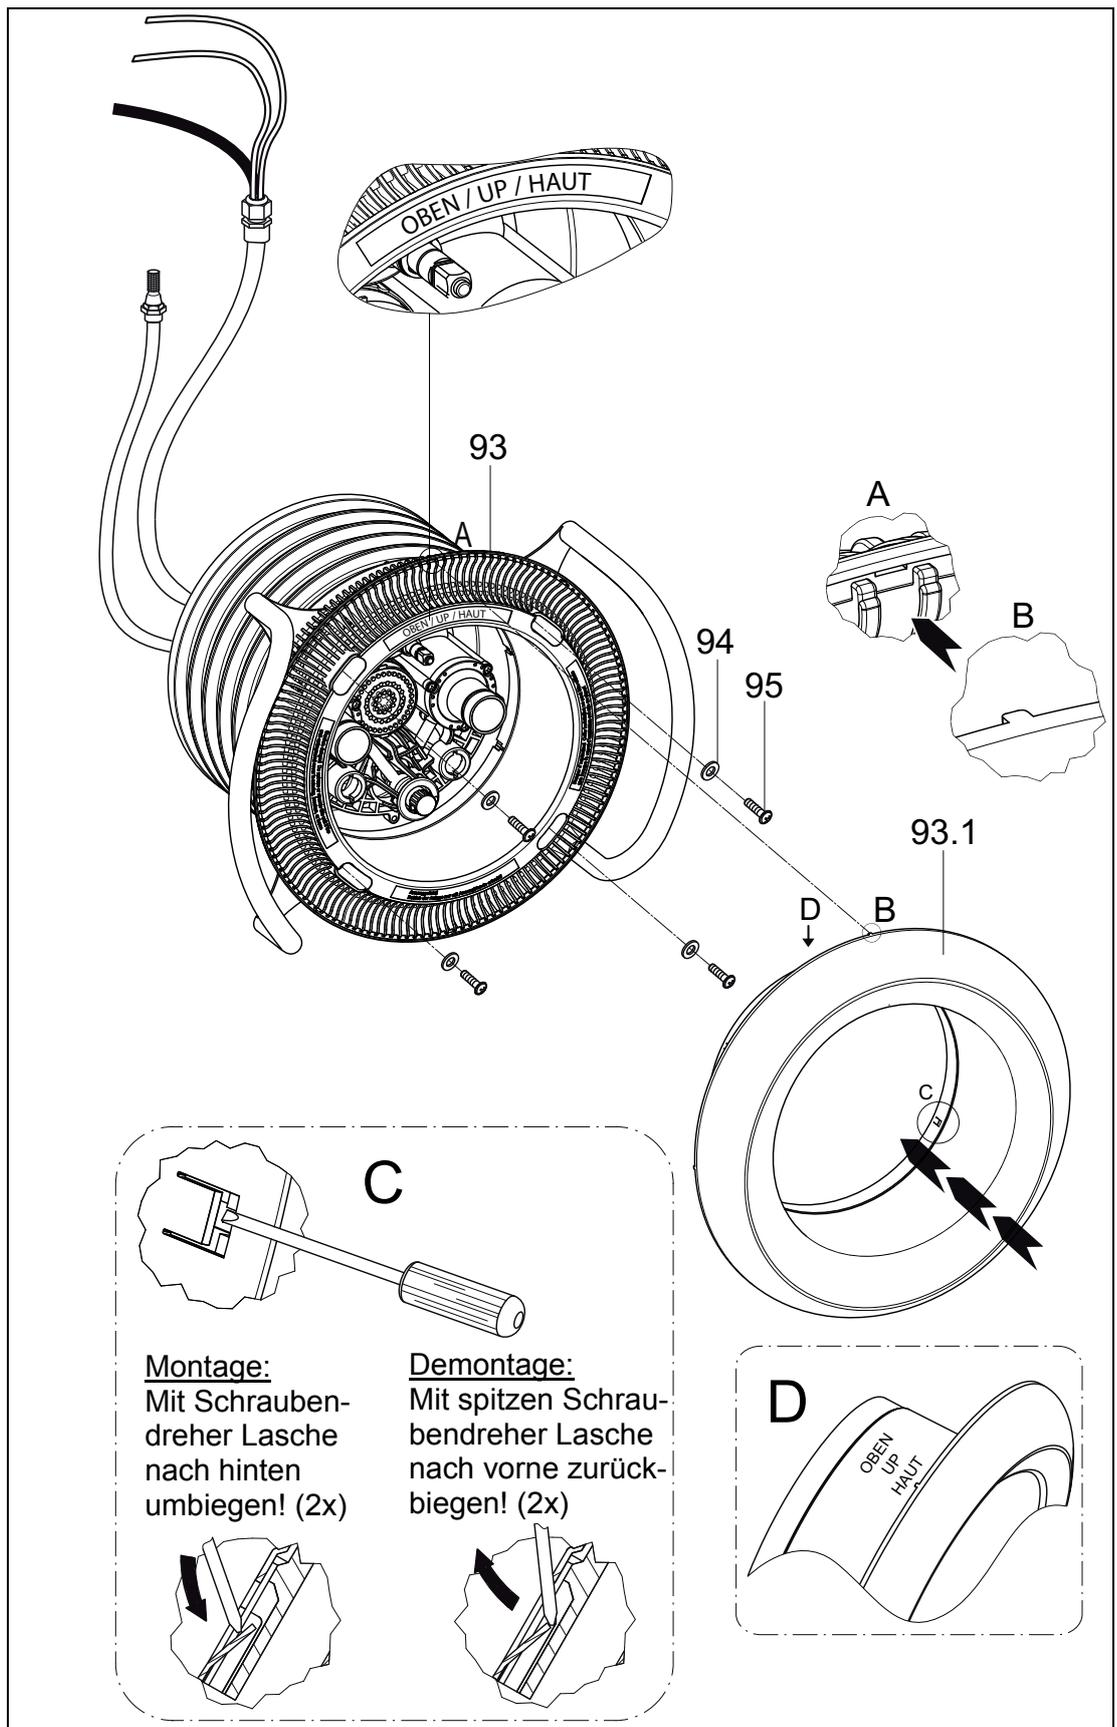

Abb.11
8. Ansaugblende (**93**) auf dem Spannring (**28**) ansetzen und mit vier Unterlegscheiben (**94**) und vier Schneidschrauben (**95**) befestigen (Abb. 11). Auf Einbaulage achten!
9. Edelstahlblende (**93.1**) mit den vorstehenden Zentriernoppen auf den vorhandenen Aussparungen der Ansaugblende (**93**) ausrichten und von Hand aneinanderpressen. Markierung "OBEN" auf der Edelstahlblende beachten. Zur Arretierung der Blende die zwei seitlichen Biegelaschen mit einem Schraubendreher nach hinten umbiegen (Abb.11).